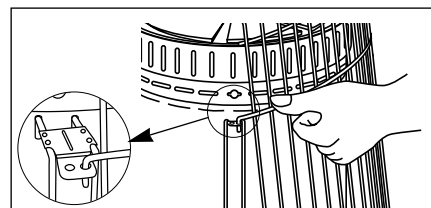
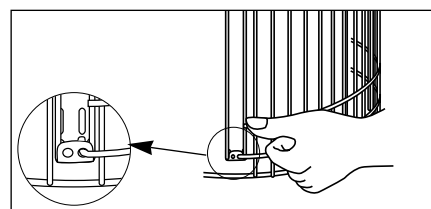

Fig.5A
Fig.5B
C.) INSTALLER LES DISPOSITIF DE PROTECTION AVANT ET ARRIÈRE : (Fig. 5A, Fig. 5B)
- Accrocher la partie supérieure de la protection de devant (entaillée pour libérer la porte d'allumage) sur les supports supérieurs du gril avec les tiges du gril accrochées vers le bas (Fig. 5A).
- Faire claquer la partie inférieure de la protection de devant dans les trous de la partie inférieure. Assembler les supports du gril avec les tiges du gril accrochées vers l'intérieur (Fig. 5B).